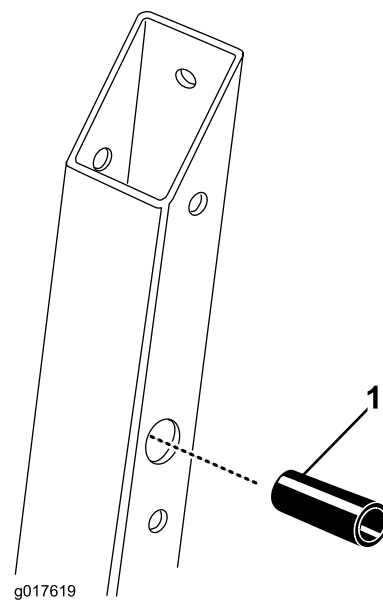

Figura 3
- Inserite il distanziale cilindrico nei fori del perno di entrambi i supporti roll bar (Figura 3).